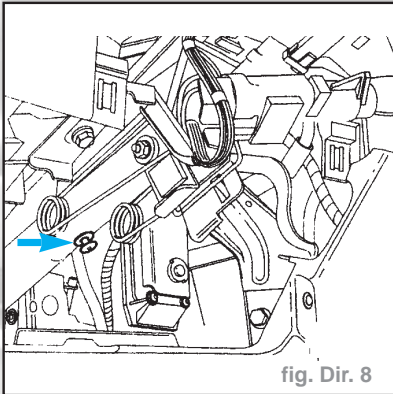

fig. Dir. 8
- Introduire par exemple un clip dans l'alésage (fig. Dir. 8).